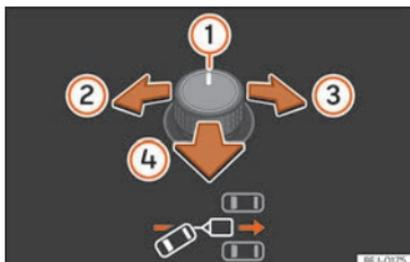
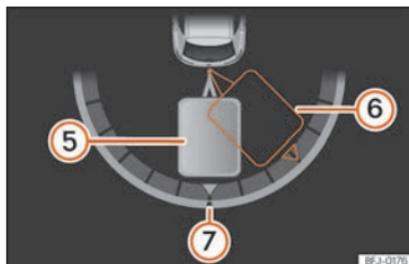

Abb. 196 Drehknopf für die Außenspiegel: Ausrichtung des Anhängers einstellen.
Abb. 197 Bildschirm des Kombi-Instruments: Rückwärtsfahren.
Legende zu **Abb. 196**, » **Abb. 197**:
• Schalter kippen, bis die gewünschte Richtung erreicht ist » **Abb. 196**. Im Display des Kombi-Instruments erscheint zur Orientierung eine Darstellung des Gespanns in der aktuellen Position » **Abb. 197**.